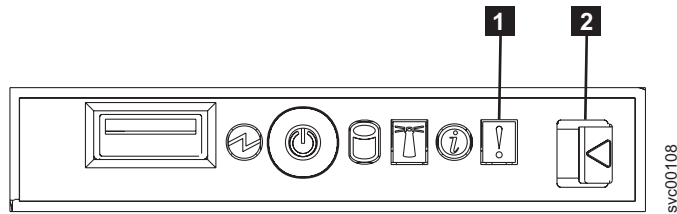

図 210. SAN ボリューム・コントローラー 2145-8F4 オペレーター情報パネル
4. オペレーター・パネル・リリース・ラッチ (図 210 の **2**) を押して、オペレーター情報パネルを SAN ボリューム・コントローラー 2145-8F2 からスライドさせます。